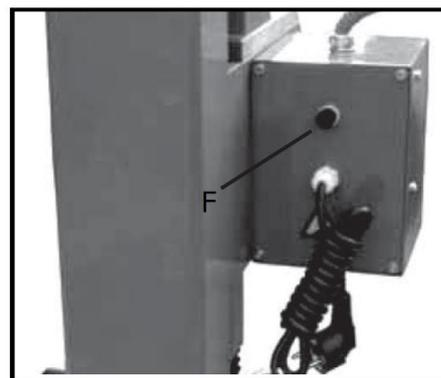

Рис. 13
**Держатель предохранителя (F, Рис. 13):** расположен на задней стороне электрического блока. В держатель следует установить предохранитель 8 А. Чтобы открыть и заменить предохранитель, поверните ручку против часовой стрелки, а чтобы закрыть – по часовой стрелке.